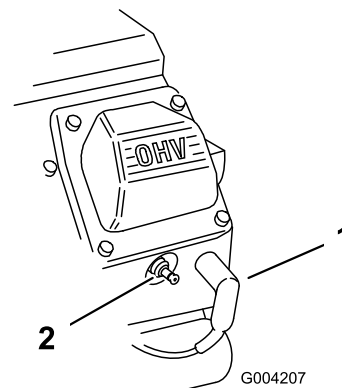

Figura 155
3. Conecte los cables a las bujías (Figura 155).